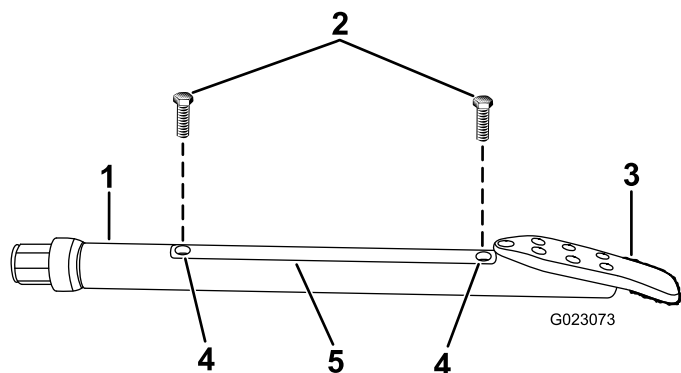

Рисунок 75
2. Ослабьте винты крепления крышки корпуса и снимите крышку (**Рисунок 75**)
4. Установите крышку корпуса и закрепите ее винтами (**Рисунок 75**).